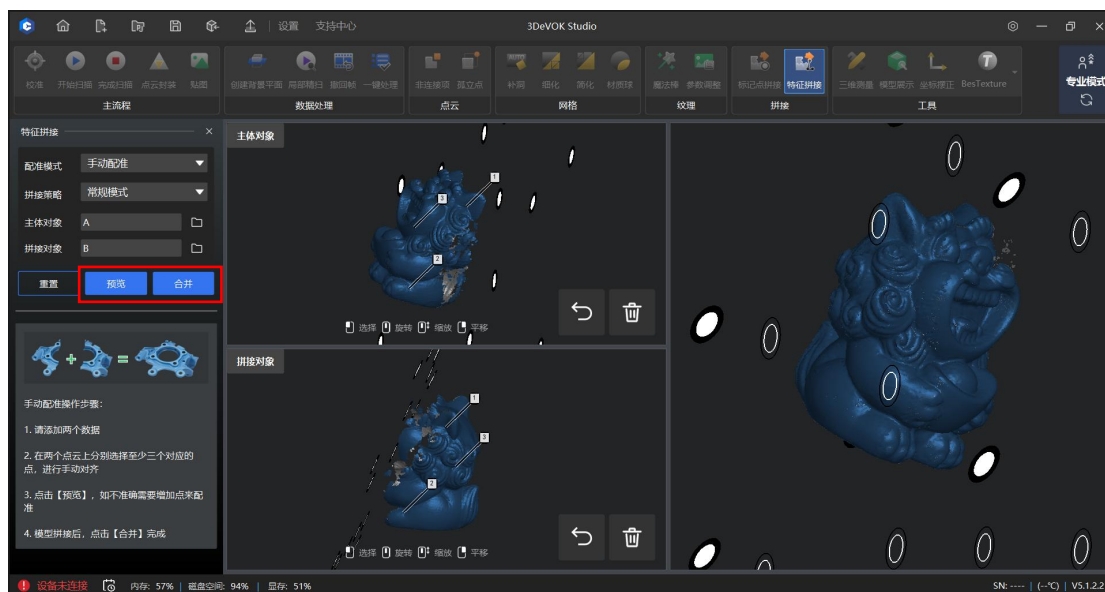

图 9-5 手动配准预览效果
5. 模型拼接完毕后，点击“预览”按钮，在右侧窗口查看模型拼接效果。确认拼接无误后，点击“合并”按钮，即可进入软件点云界面，可进行封装等操作，如图 9-5 所示。